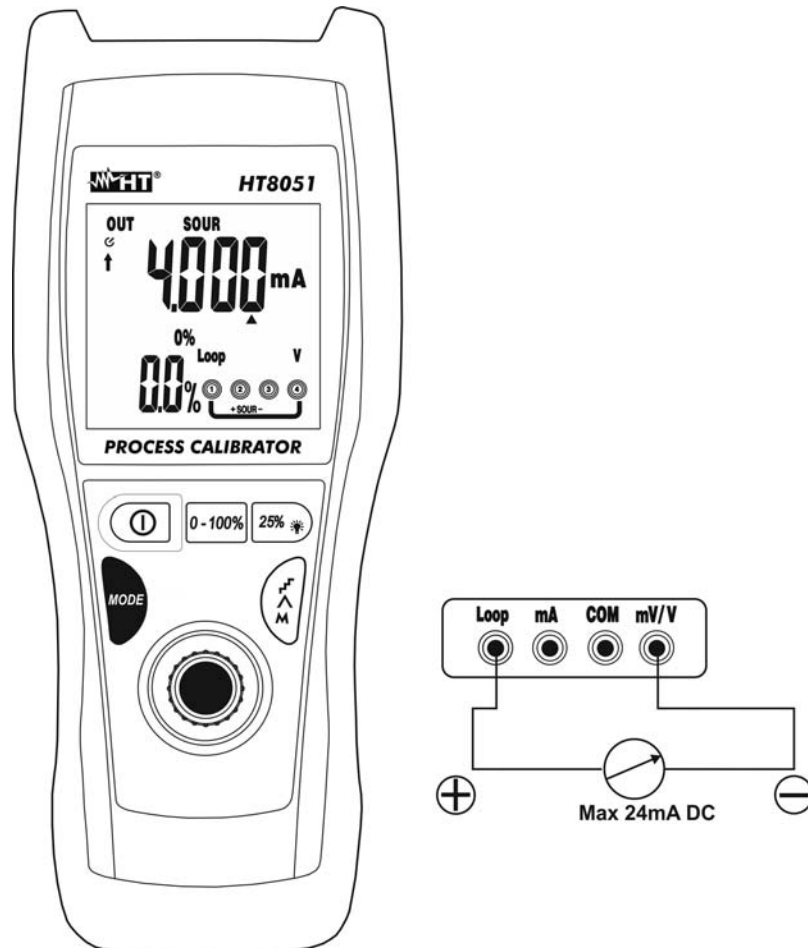

Fig. 6: Generación de Corriente CC
5. Posicione la punta verde y la punta negra respectivamente en los puntos de potencial positivo y negativo del dispositivo externo que debe recibir la alimentación (vea Fig. 6)
6. Para la generación del valor negativo de la corriente gire las puntas de medida en sentido opuesto respecto a la conexión de Fig. 6